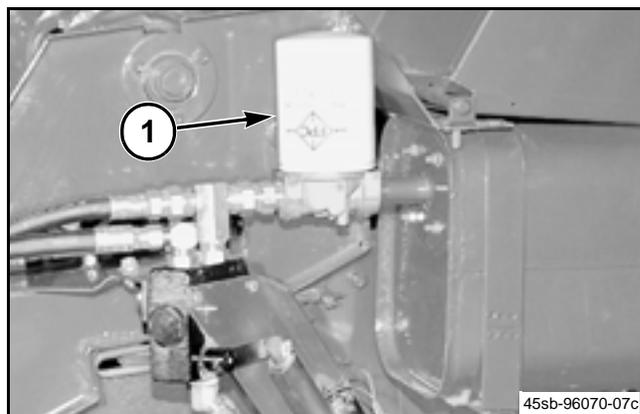

FIG. 10
FIG. 10: Cambie el filtro hidráulico de fluido (1) después de las primeras 50 horas de operación. Cambie el filtro hidráulico de fluido cada 250 horas de operación o al inicio de cada temporada, cualquiera que aplique primero. Ajuste a mano el filtro de fluido hidráulico .